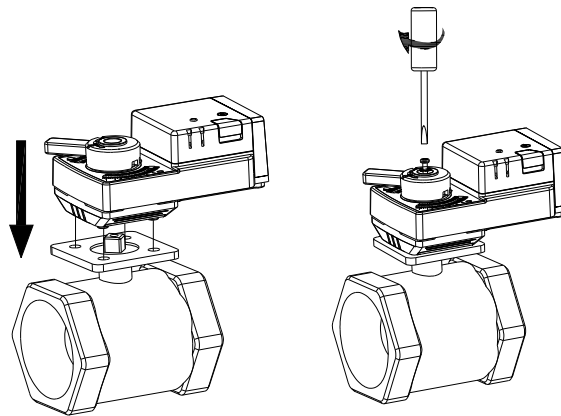

图 5
- (3) 如图 5, 将连接件定位柱对准阀体上方法兰盘定位孔卡入, 并确保连接杆完全套住阀杆(手柄不会向上顶出)。